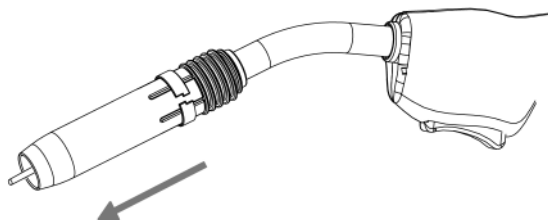

Рис. 16.0.4. Порядок заправки сварочной проволоки.
4. Заправьте сварочную проволоку (См. рис. 16.0.4).